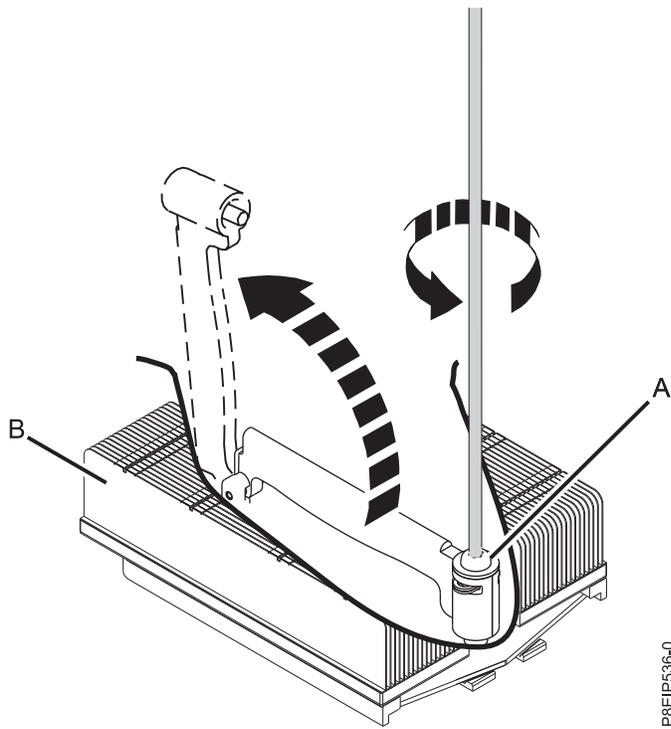

Figura 51. Aflojar el tornillo del brazo de carga del disipador térmico
3. Afloje el tonillo del brazo de carga (A) del disipador térmico (B) que está extrayendo con un destornillador Phillips #3. El brazo de carga gira en la dirección que se muestra en la Figura 51 en la página 49.